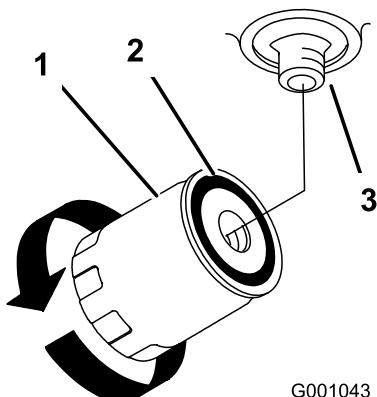

Figure 61
- Appliquez une fine couche de liquide hydraulique sur le joint en caoutchouc du filtre de rechange (Figure 61).
- Remplissez le réservoir hydraulique jusqu'à ce que le liquide déborde du filtre. Tournez alors le filtre à huile dans le sens horaire jusqu'à ce que le joint en caoutchouc vienne toucher l'adaptateur du filtre. Serrez ensuite le filtre de 1/2 tour supplémentaire (Figure 61).